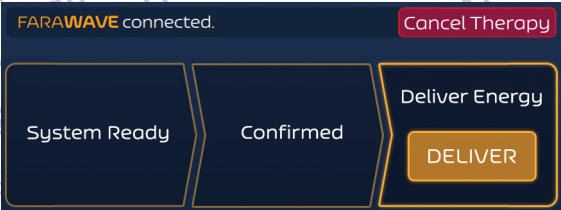

Figure 10. Écran Therapy (Thérapie) - Mode asynchrone - État Ready to Deliver (Prêt à administrer)
- Appuyez sur CONFIRM (CONFIRMER) pour activer DELIVER (ADMINISTRER) comme illustré à la Figure 10.